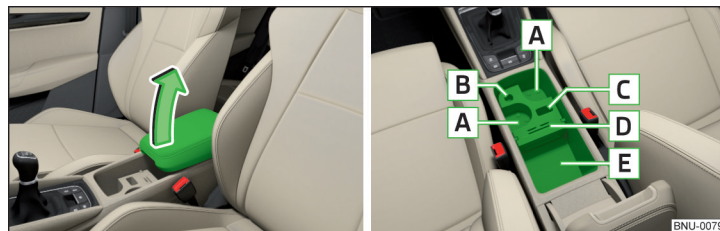

Fig. 110 Abrir el compartimento guardabultos/ espacio interior del compartimento
- Para **abrir**, elevar el apoyabrazos del guardabultos hasta el tope » fig. 110.
Área interna del guardabojos » fig. 110;